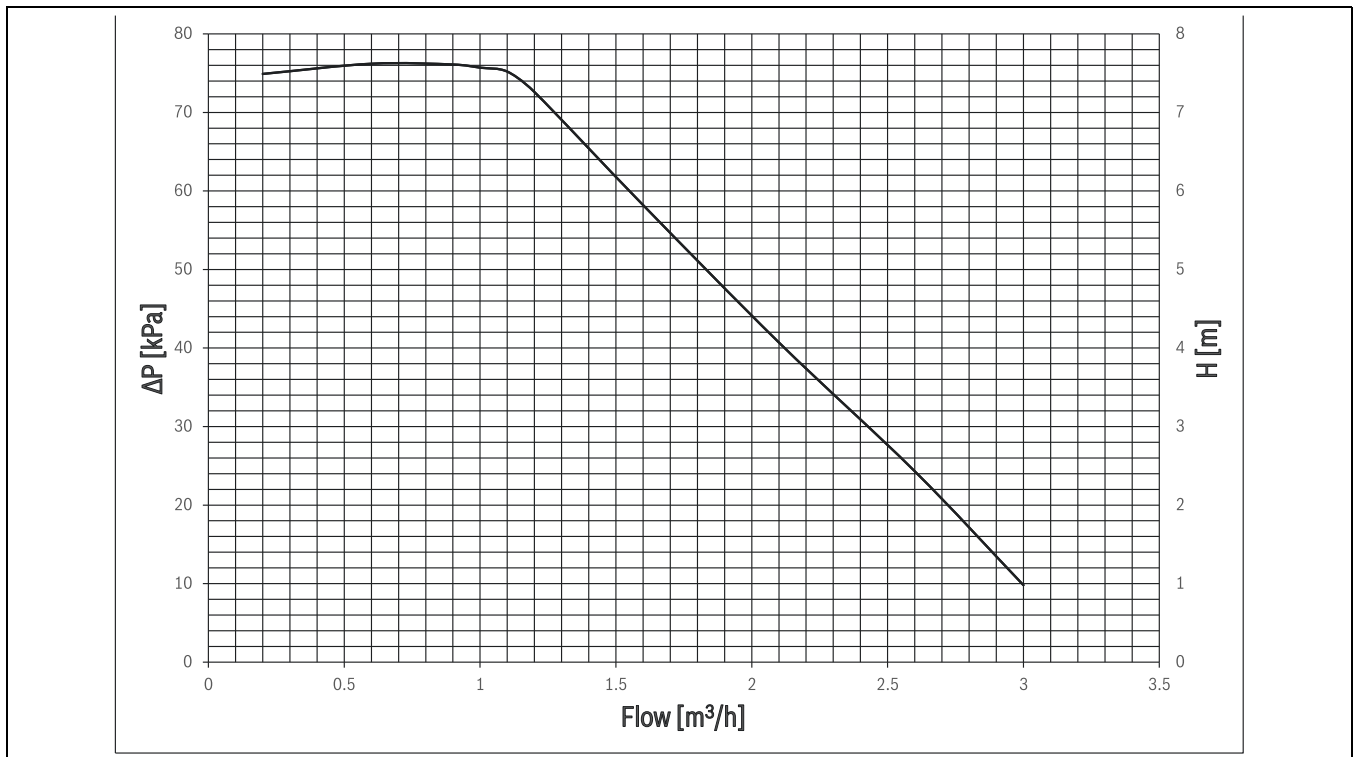

Bild 41 Restförderhöhe Primärpumpe
5) Je nach angeschlossener Wärmepumpe siehe Installationsanleitung der Wärmepumpe, Abb. 41
Restförderhöhe Primärpumpe ist in Abb. 41 dargestellt. 1. Dies gilt für den Heizbetrieb mit dem gleichen Volumenstrom im Heizkreis.